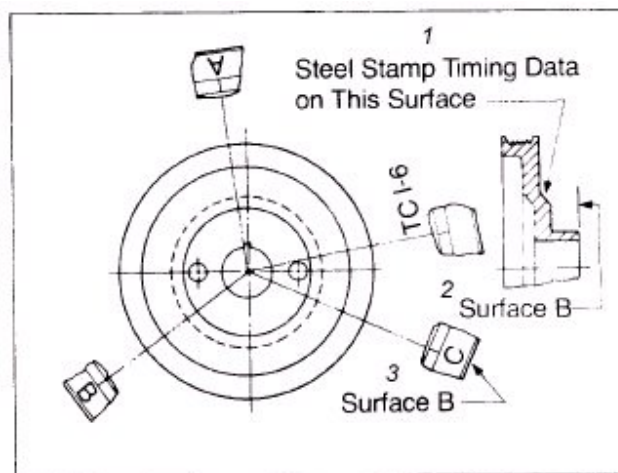

Рис. 2-52. Отметки на шкиве привода агрегатов – КТ/КТА19.
1. Проверните двигатель в направлении вращения до тех пор, пока отметка “В” на шкиве, рис. 2-52, не совместится с указателем на крышке корпуса привода. В данном положении оба качающихся рычага клапана цилиндра № 3 должны быть свободны (клапаны закрыты). Толкатель форсунки цилиндра № 6 должен находиться в верхней точке рабочего хода; если он не находится в верхней точке, проверните двигатель на 360° и вновь совместите отметки с указателем.